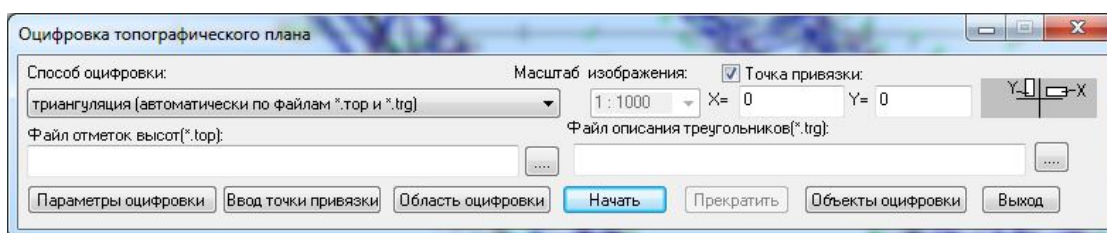
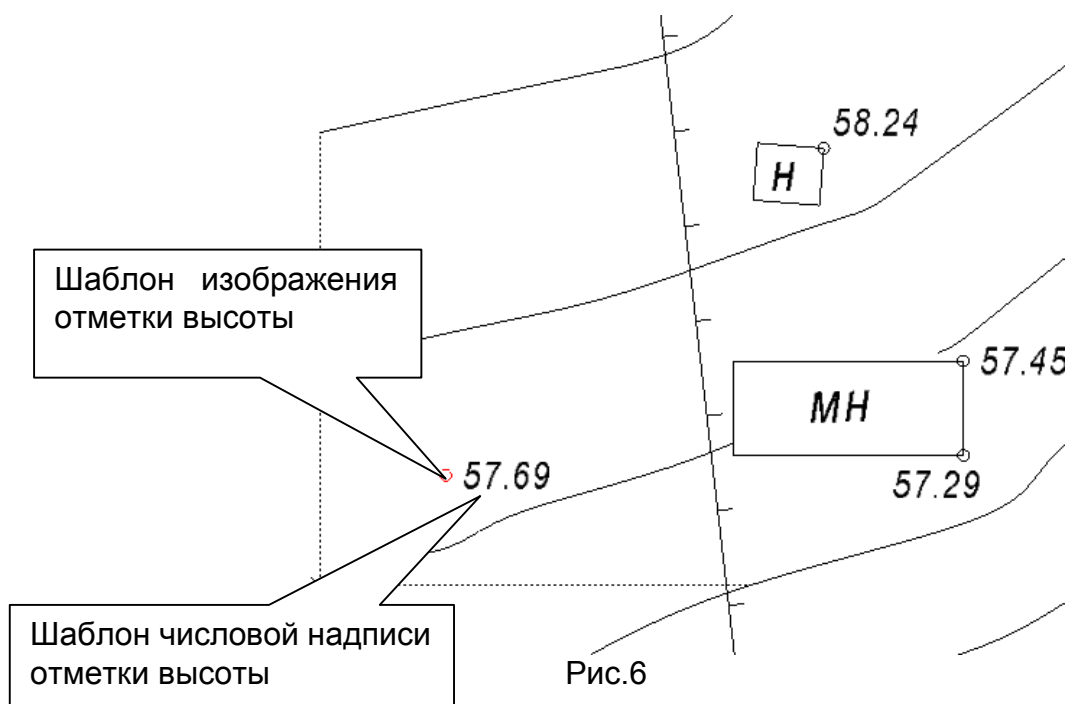
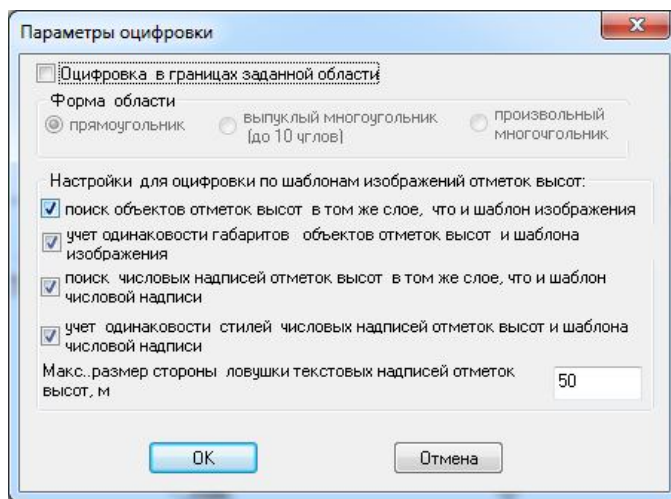

Рис.4
Рис.6
Рис.8
- 1) Открыть фрагмент с изображением топоплана и нажать на кнопку . На экран будет выведено диалоговое окно управления оцифровкой (рис.4).
- 5) Для запуска процесса оцифровки в окне управления (рис.4) нажать кнопку **Начать**. Программа приступит к созданию объектов оцифровки (отрисовке точек или треугольников). О ходе процесса можно судить по значению индикатора прогресса в правом нижнем углу экрана.
Первые три способа предполагают, что исходное изображение топоплана было создано в одной из программ создания топопланов местности (Кредо, Топоплан и др.). В этих программах наряду с изображением могут быть сформированы некоторые дополнительные файлы, соответствующие изображению. Если выбрана оцифровка через **построение отметок высот**, то необходимо наличие файла отметок высот (типа *top*, см раздел 4). В диалоговом окне управления оцифровкой (см. рис.4) необходимо указать путь до этого файла. Если выбрана **триангуляция**, то кроме файла *top* нужен текстовый файл с параметрами треугольников. Для **триангуляции по dxf** (3-ий способ) необходим соответствующий изображению топоплана файл *dxf*, содержащий информацию о трехмерных поверхностях треугольников.
После выбора этого способа необходимо нажать на кнопку **Начать** (см. рис.4). Программа выдаст запрос: **“Укажите объект – шаблон изображения отметки высоты”**. Необходимо указать изображение (точку или окружность или макрообъект или контур) одной из отметок высоты. Затем программа выдаст запрос на указание шаблона числовой надписи – значения отметки высоты. Необходимо указать числовую надпись, соответствующую указанному ранее изображению (рис.6).
Дополнительные настройки поиска объектов отметок высот могут быть сделаны в диалоге параметров оцифровки, загружаемом по кнопке **Параметры оцифровки** (см. рис.4) , принимающим при данном способе оцифровки вид, показанный на рис.8.
- 1) Нажать на кнопку **Ввод точки привязки** диалогового окна рис. 4. Программа предложит указать точку привязки. В качестве точки привязки можно взять одну из
- 3) Для фиксации точки необходимо нажать кнопку **“Прервать команду”** инструментальной панели Компас. Программа прочитает ближайшие к указанной точке числовые надписи, присвоит их значения физическим координатам точки привязки и вернется под управление диалога рис.4.
- 1) Нажать на кнопку **Параметры оцифровки** в окне управления оцифровкой (см. рис.4).
- 5) При нажатии на кнопку **Начать** в окне управления оцифровкой (см. рис.4) программа будет создавать объекты оцифровки только в границах заданной области.
Для указания новых границ области оцифровки можно воспользоваться также кнопкой **Область оцифровки**(см. рис.4).
При нажатии на кнопку **Объекты оцифровки** диалога рис.4 на экран будет выведено окно со списком точек топоплана и отметками высот, которые программа обнаружила в слое оцифровки текущего фрагмента топоплана (см. рис.6). При выделении точки в списке программа показывает положение этой точки на топоплане. Если оцифровка производилась по 1-ому или 4-ому способу оцифровки, то пользователь будет иметь возможность корректировать состав и отметки высот точек (будут доступны кнопки **Добавить**, **Удалить**, **Изменить**).